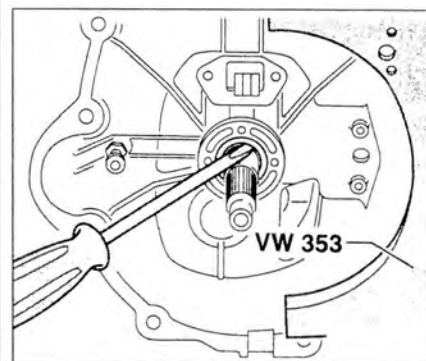

Рис. 5.28. Извлеките сальник с помощью отвертки.
5. Извлеките сальник с помощью отвертки (рис. 5.28).